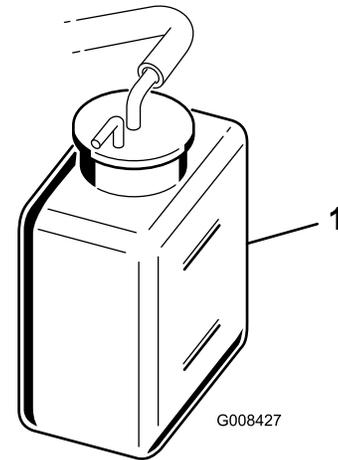

Figura 26
2. Compruebe el nivel de refrigerante (Figura 26).